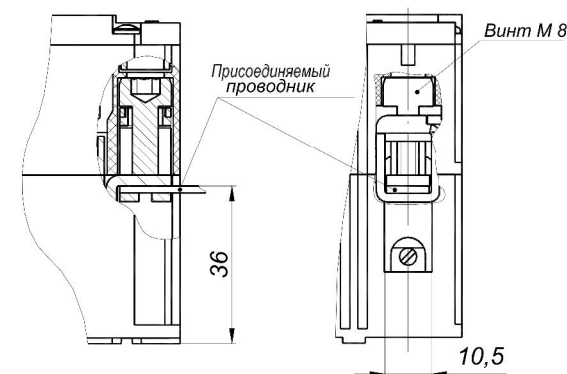

Рисунок 2 – Способы присоединения внешних проводников к выключателю
- подсоединить внешние проводники к главной цепи выключателя (рисунок 2);